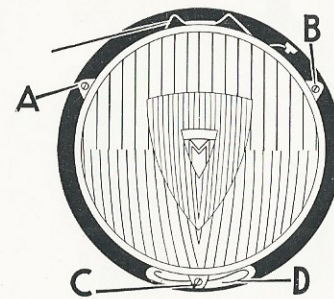

Fig. 23. 23
MARCHAL-lygter (fig. 23).
- Tryk på fjederen »D« (fig. 23). Glas og parabol drejer om et hængsel, der sidder oven over glasset.